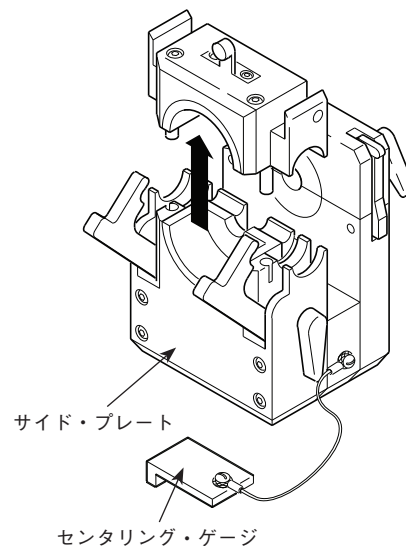

図 20：サイド・プレートの上部を取り外す
5. CWS-5FSP2 サイド・プレート上部のラッチを外し、上部を取り外します。図 20 をご参照ください。